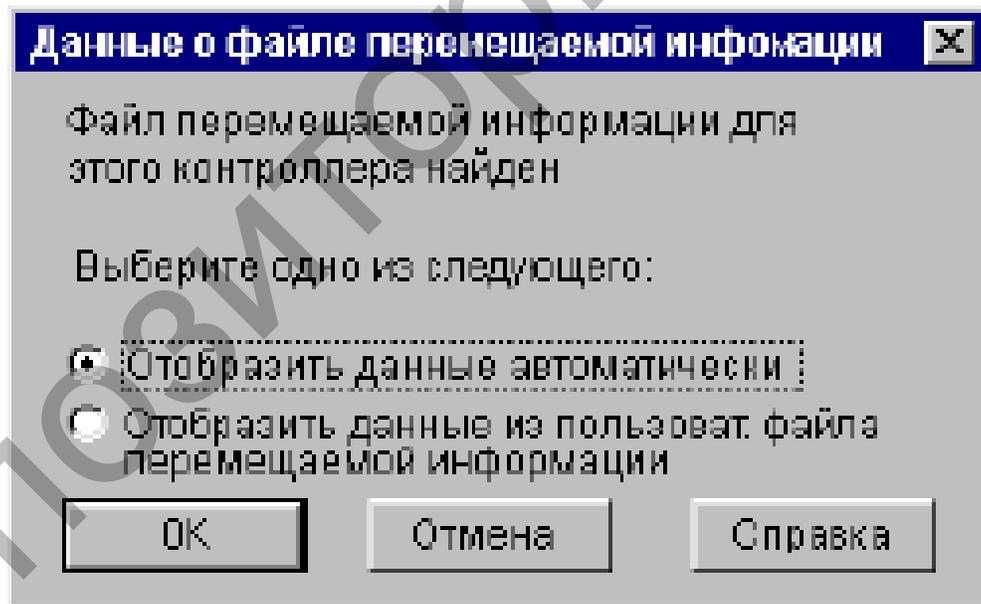

Рисунок 9.4 – Окно файла перемещаемой информации
2) Щелкните на любой из кнопок переключателя. Если файл перемещаемой информации для этой программы найден в каталоге Relocation, это окно не открывается, и начинается считывание программы (рисунок 9.4).